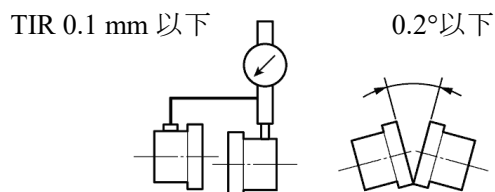

図 7 軸ズレ位置
- 4 本ボルトを使用する場合、締め方は図 7 の 1→2→3→4 の順に、少しずつ均等に、2~3 回で締め付けてください。2 本ボルトを使用する場合、交互に均等に締め付けてください。